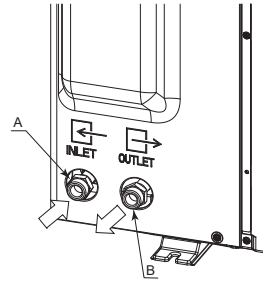

Abb. 6-1
6.1. Wasserrohrverbindungen (Abb. 6-1)
- Einlaß- und Auslaßleitungspositionen werden in Abb. 6-1 gezeigt.
[Abb. 6-1]